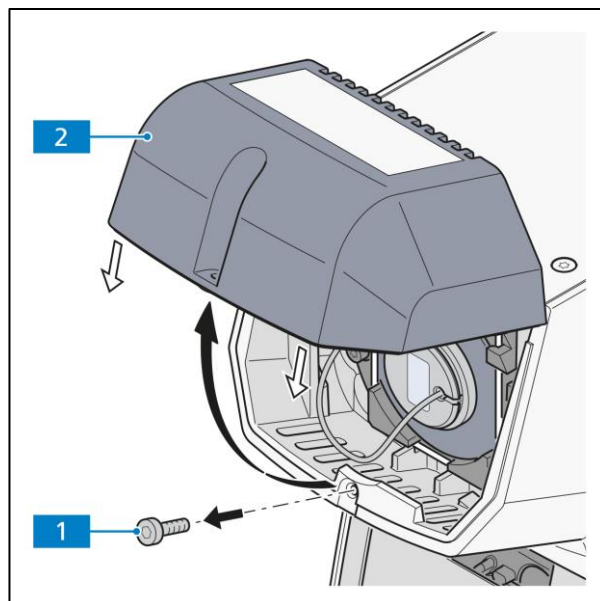

Abb. 3-20 Abdeckung abnehmen
- Schraube (Abb. 3-20/1) der Abdeckung lösen.
- Abdeckung (Abb. 3-20/2) leicht nach oben kippen und unten von unten andrücken, um es vom Stativ zu entfernen.
- Abdeckung (Abb. 3-20/2) schräg von unten in die oberen Halterungen des Stativs einführen, nach unten kippen und andrücken.
- Schraube (Abb. 3-20/1) festdrehen.